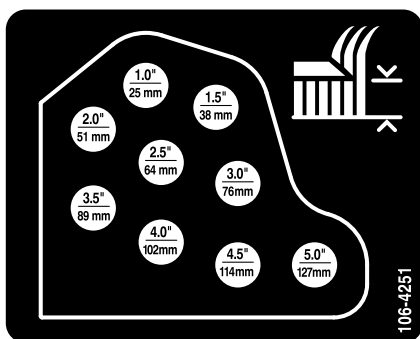

Figura 21
6. Montate le catene dell'altezza di taglio nel foro dell'altezza di taglio desiderata (Figura 21) usando il perno con testa e la coppiglia.